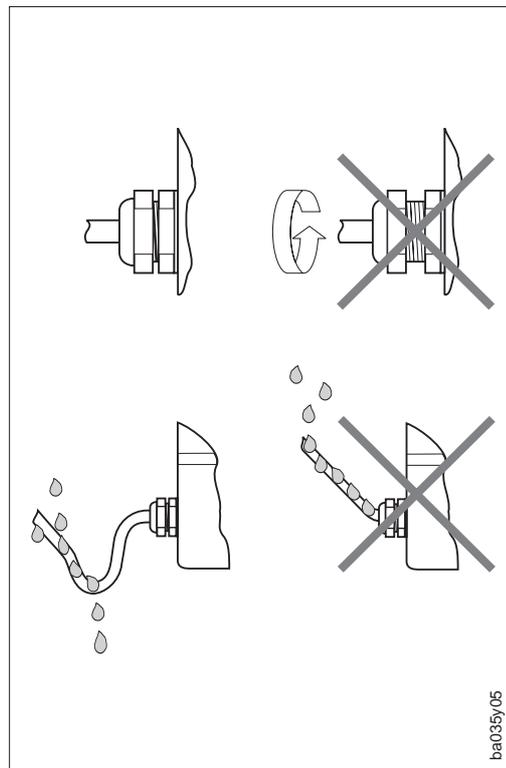

Abb. 3
- Kabeleinführung fest anziehen (Abb. 3).
- Kabel vor der Kabeleinführung in einer Schlaufe verlegen. Auftretende Feuchtigkeit kann so nicht zur Einführung gelangen (Abb. 3).